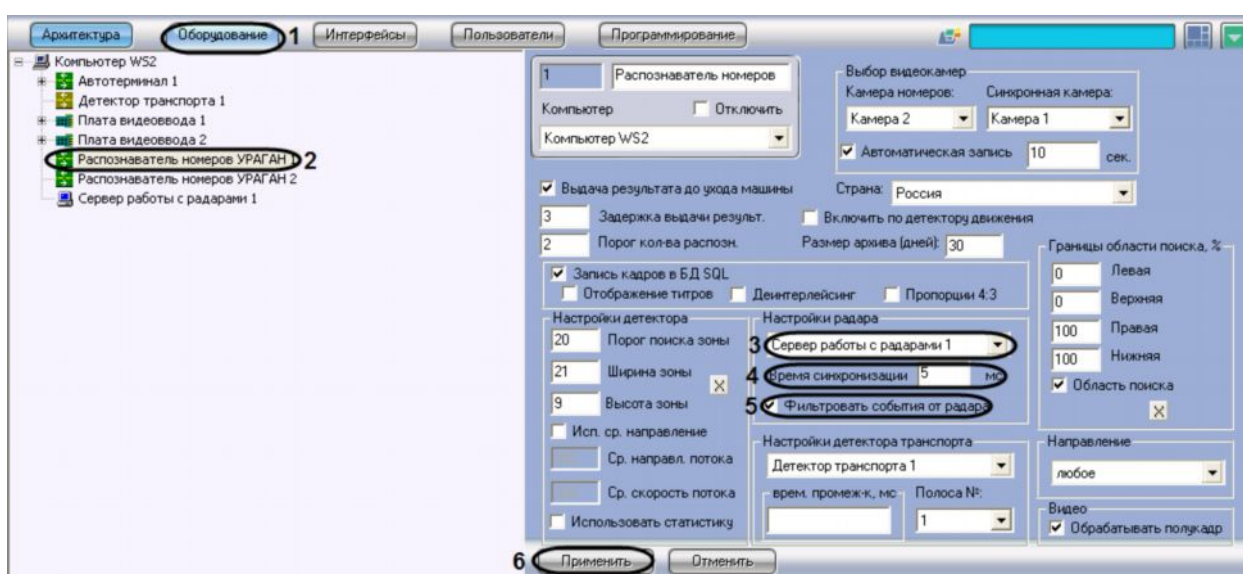

Рис. 7.2.9-1 Настройка совместной работы программных модулей «Ураган» и «Радар»
1. В диалоговом окне «Настройка системы» перейти на вкладку «Оборудование» (см. Рис. 7.2.9-1, 1).
2. В дереве объектов на вкладке «Оборудование» выбрать объект «Распознаватель номеров УРАГАН», соответствующий настраиваемому программному модулю «Ураган» (см. Рис. 7.2.9-1, 2). В правой части вкладки «Оборудование» отобразится панель настройки выбранного объекта.
3. Выбрать объект «Сервер работы с радаром» из списка доступных объектов в системе (см. Рис. 7.2.9-1, 3). В данном списке требуется выбрать объект «Радар», который соответствует устройству «Радар», направленному на ту же полосу дорожного движения, что и видеокамера, работающая совместно с программным модулем «Ураган».
4. Указать время в поле «Время синхронизации», в течение которого автомобиль должен проехать расстояние от места фиксации скорости движения транспортного средства устройством «Радар», до участка дороги, куда настроена видеокамера, работающая совместно с программным модулем «Ураган» (см. Рис. 7.2.9-1, 4). Параметр «Время синхронизации» выражается в миллисекундах.
5. Установить флажок «Фильтровать события от радара» для фиксации только первой скорости от радара, остальные скорости игнорируются до истечения времени задержки или распознавания номера (см. Рис. 7.2.9-1, 5).
6. Нажать кнопку «Применить» (см. Рис. 7.2.9-1, 6).